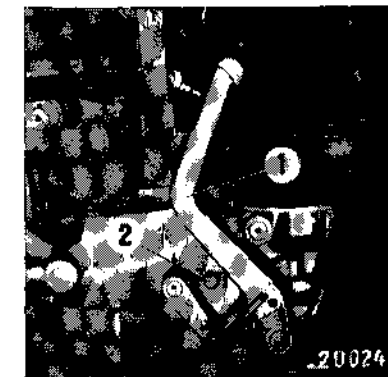

Bild 16
Das Einschalten der Zapfwelle darf nur bei ausgerückter Zapfwellenkupplung erfolgen. Zum Auskuppeln wird der Fußhebel ① bis zum Anschlag ② durchgedrückt (Bild 16) und nach einer kleinen Pause der Schalthebel der Zapfwelle betätigt (siehe Seite 21).